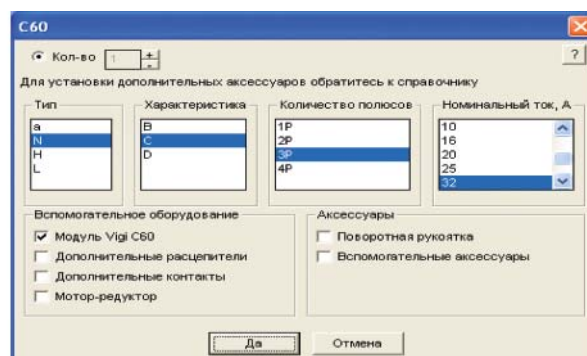

Рис. 41
- в) дважды кликаем и в открывающемся окне отмечаем модуль Vigi (рис. 41)